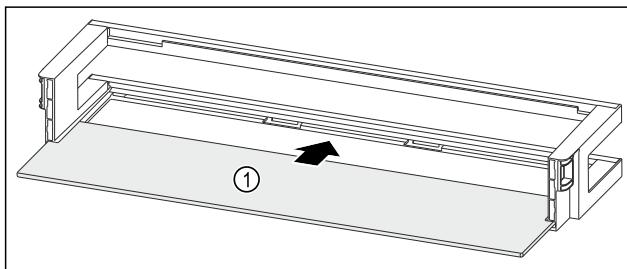

Fig. 93 Дверная полка со съемной полкой
- ▶ Вдвиньте съемную полку Fig. 93 (1) в боковые пазы.